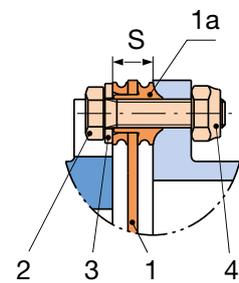

Bild 119: Detail „X“
- Lamellenpakete (1, Bild 119) über leicht geölte Sechskantschrauben (2), Unterlegscheiben (3) und Sechskantern (4) wechselseitig mit der Hülse und den Naben verschrauben.
- Das Aufbringen der Vorspannkraft am Lamellenpaket (1) erfolgt in der Regel* über die Sechskantern (4). Ein Verwinden des Lamellenpaketes (1) ist dabei zu vermeiden (Schraube (2) gegen Verdrehen sichern).
- Die Sechskantern (4) bzw. Sechskantschrauben (2) müssen in mehreren Umläufen und über Kreuz auf ihr volles Anzugsmoment M_a angezogen werden. Zugehörige Anzugsmomente für jeden Umlauf siehe die zugehörige Einbau- und Betriebsanleitung.
Der Radius der Bundbuchsen (Teil 1a, Bild 119, Detail „X“) muss in den Senkungen der Naben, der Hülsen liegen.